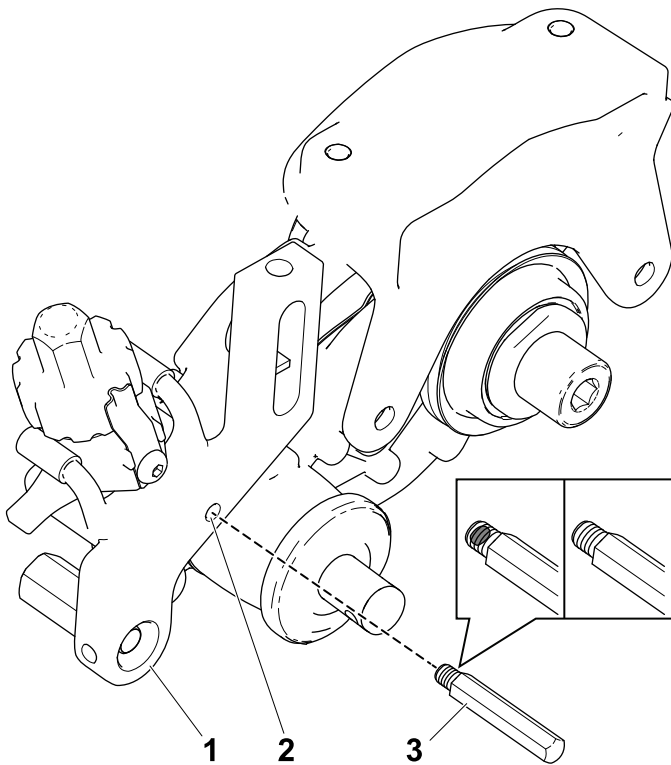

Figura 20
2. Fije el pasador del groomer al brazo de altura de corte (Figura 20).